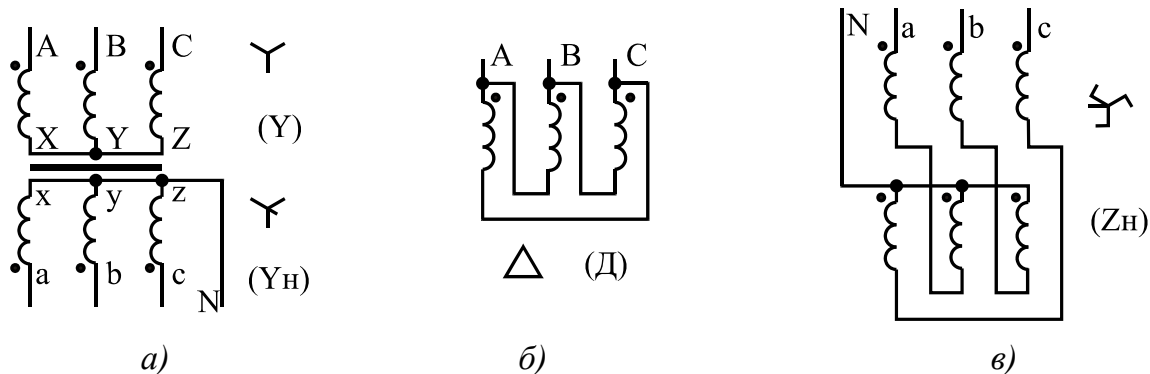

Рис. 2.4. Маркировка и схемы соединения обмоток силовых трансформаторов:
- звезда — Y (рис. 2.4, *а*);
- звезда с нулем — Y_н (рис. 2.4, *а*);
- треугольник — Д (рис. 2.4, *б*);
- зигзаг с нулем — Z_н (рис. 2.4, *в*).
В зависимости от соединения обмоток трансформатора (рис. 2.4), соотношение токов и напряжения в схеме может быть разное.
В схеме соединения обмоток зигзаг с нулем (см. рис. 2.4, в) соотношение токов, напряжений и мощностей аналогично схеме соединения обмоток в звезду. Соединение обмоток трансформатора в зигзаг используется для выравнивания фазного напряжения при несимметричной нагрузке и даже в случае обрыва линейного провода со стороны высшего напряжения 10 кВ, а также для повышения чувствительности релейной защиты к токам однофазного короткого замыкания. Но у такой схемы существуют свои недостатки: